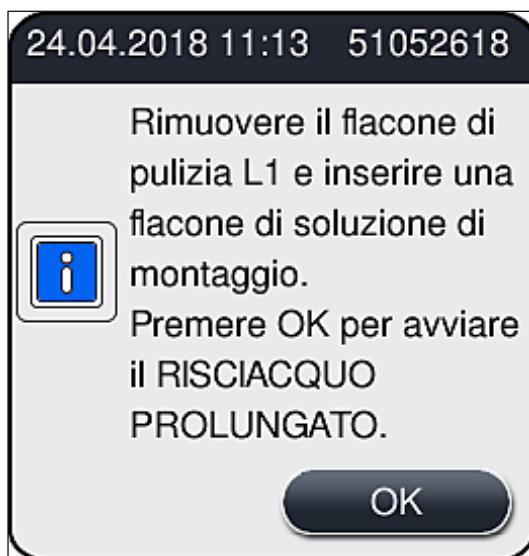

Fig. 104
- » Successivamente viene chiesto all'utente di rimuovere il flacone per pulizia dallo strumento e di inserire un nuovo flacone di soluzione di montaggio. Dopo l'inserimento del flacone, confermare il messaggio informativo (→ Fig. 104) selezionando **Ok**. Smaltire il contenuto del flacone per pulizia conformemente alle direttive del laboratorio.